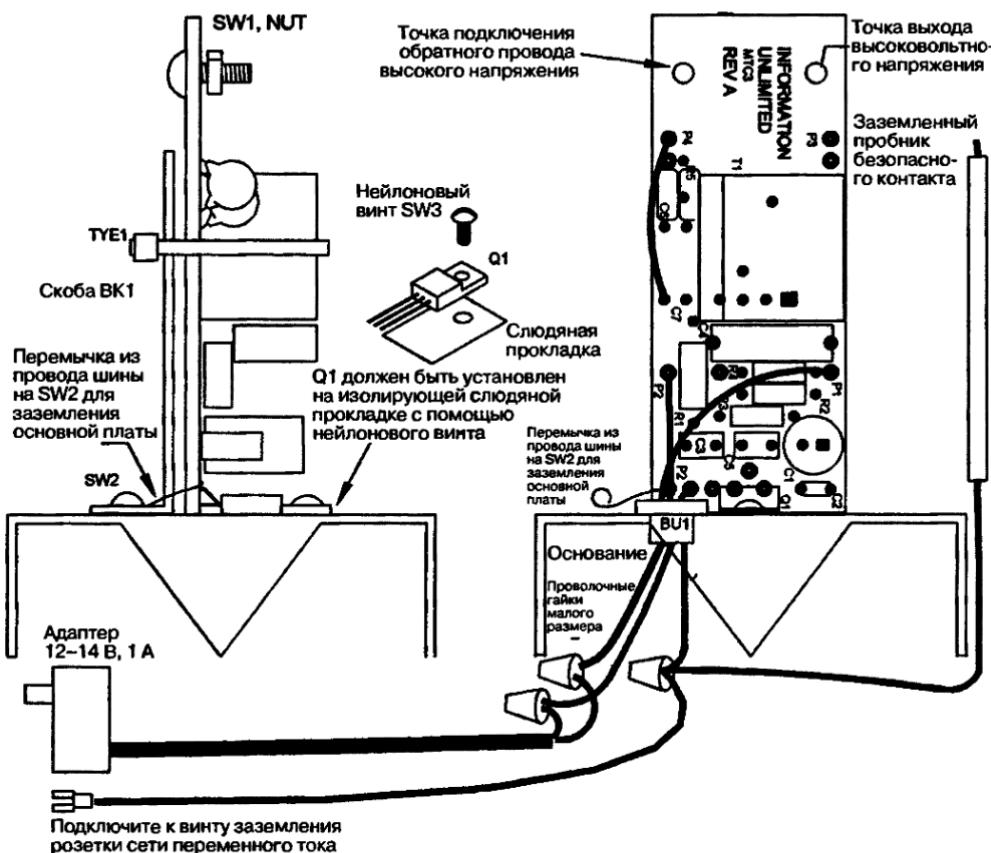
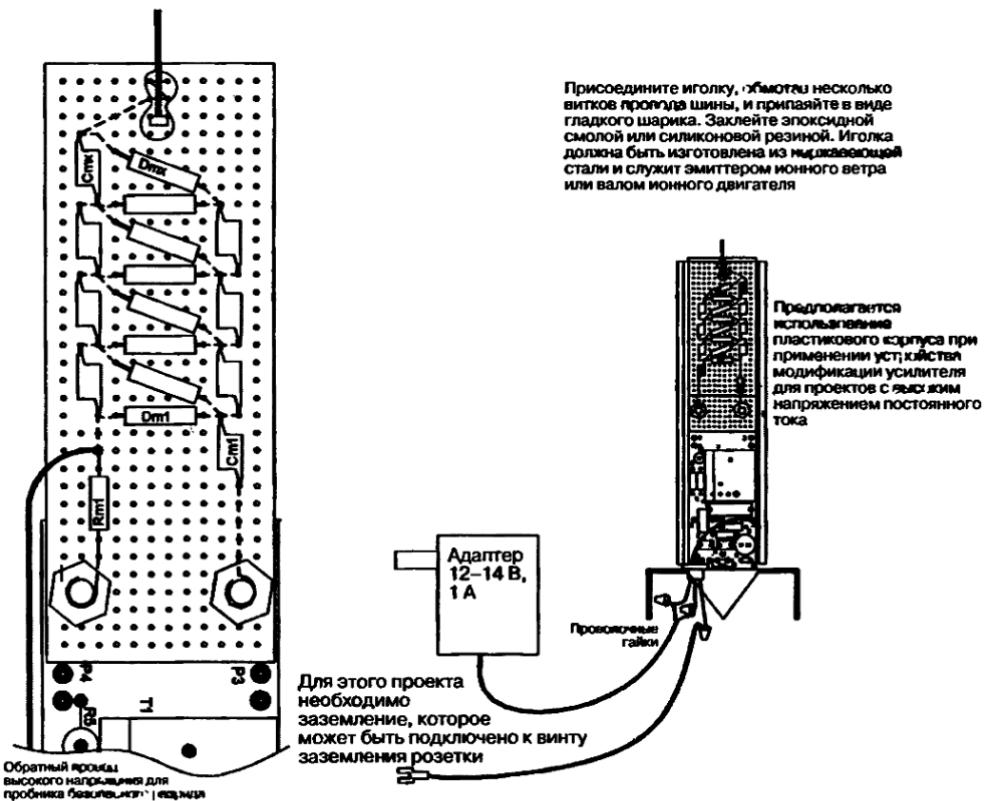

Рис. 16.4. Сборочный чертеж устройства
Рис. 16.10. Модификация усиленителя
1. Изготовьте основную секцию BASE из алюминиевой пластины  $7,62 \times 7,62 \times 0,15$  см и просверлите отверстие, чтобы установить на ней теплоотвод для Q1, а также маленькое отверстие для SW2, который фиксирует скобу BK1, и отверстие для проходного изолятора BU1. Примерьте все компоненты перед началом сверления. Загните края основания вниз, как показано на рис. 16.4.
3. Проведите окончательную сборку (см. рис. 16.4). Прикрепите сборочную плату к скобе с использованием пластикового охватывающего зажима. Заземлите основную секцию с помощью короткого куска провода шины под SW2, подключите провод к линии P2 на плате.
Важно, чтобы устройство было заземлено там, где это указано, с раздельным подключением к заземленному объекту. Использование сетевого адаптера требует отдельного провода заземления для правильной работы, поскольку внешняя схема обычно изолирована от первичной вилки питания и нет третьего контакта заземления. Для такого внешнего соединения можно использовать винт или приемную плату, как показано на рисунках. При использовании преобразователя напряжения автоматическое заземление достигается благодаря третьему контакту сетевой вилки, которая соответствует отрицательному выводу – выводу заземления (см. рис. 16.4). Эксперименты с ионами потребуют модификации усилителя в сборке устройства, как показано на рис. 16.10.
- Ионный высокоскоростной двигатель. Вращает металлический ротор со скоростью тысячи оборотов в минуту (рис. 16.10).
- Силовое поле. Оказывает сильное давление на объект, расположенный на поверхности (см. рис. 16.10).
- Замораживание движения. Захватывает высокоскоростное периодическое движение в какой-то момент времени (см. рис. 16.10).
- Передача заряда и заряд конденсатора. Заряжает объекты до высокого напряжения без контакта (см. рис. 16.10).
- Генератор отрицательных ионов и ионный ветер. Вырабатывает поток полезных отрицательных ионов, которые легко обнаружить (см. рис. 16.10).